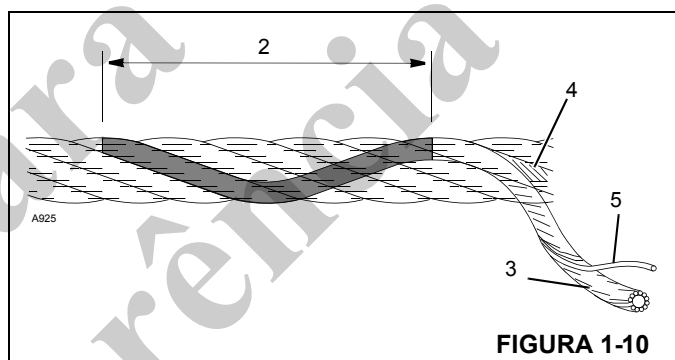

FIGURA 1-10
13. Ao verificar se há fios rompidos (5) Figura 1-10 relaxe o cabo e remova-o dos “pontos de sustentação”. O defeito em um cabo de aço é referido com relação ao “Comprimento do encordoamento” (2), que é a distância medida ao longo do cabo em que um cordão (3) completa uma volta ao redor do núcleo (4).